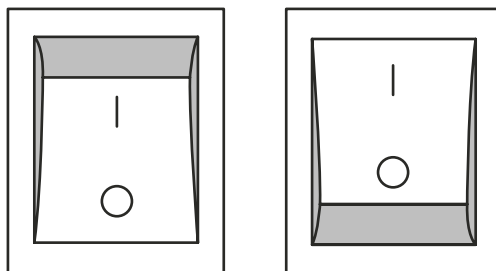

Figura 5. Interruptor de la centrífuga FUGE III
1. Encienda el equipo. Presione el interruptor a la posición “I” para encenderlo (Figura 5).